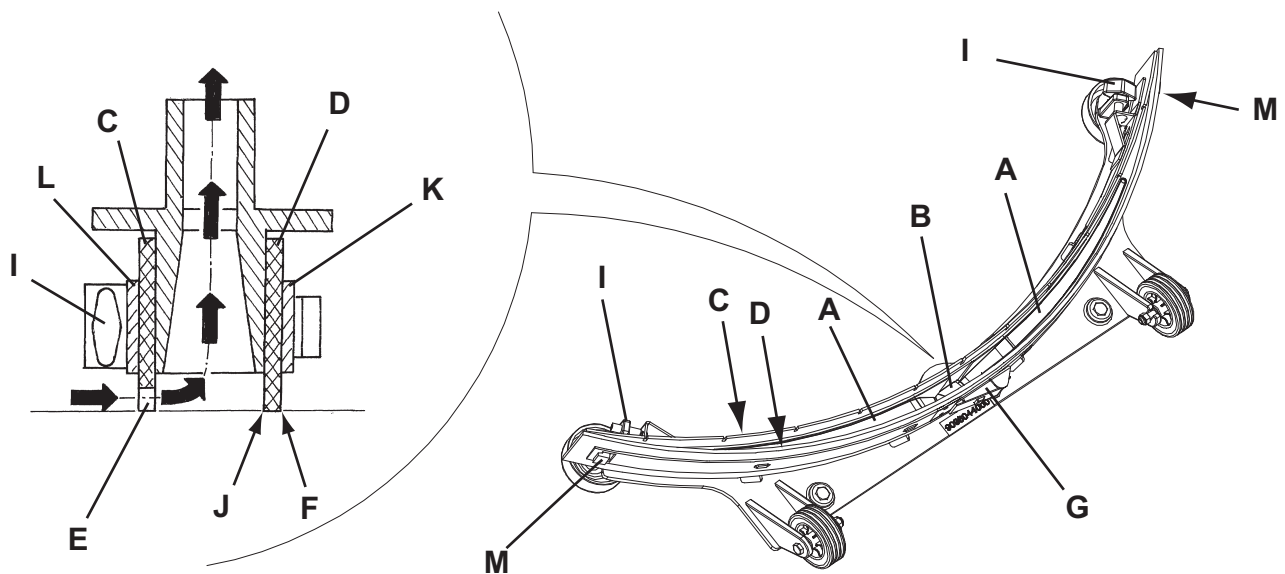

Abbildung 3
2. Netzkabel (3) vom Stromnetz lösen und auf den Halter (4) wickeln.
3. Sauglippe (21) mit dem Hebel (7) absenken.
4. Sterngriffe (22) lösen und Sauglippe (21) abnehmen.
5. Ansaugrohr (11) von der Sauglippe abnehmen.
6. Die Sauglippe (Abb. 3) waschen und reinigen. Besonders den Schmutz und Abfälle von den Förderöffnungen (A) und der Ansaugöffnung (B) beseitigen. Überprüfen, ob der vordere (C) und der hintere Gummi (D) unversehrt sind und keine Schnitte oder Risse aufweisen, gegebenenfalls austauschen (siehe nachstehender Absatz).
1. Sauglippe (Abb. 3) wie in vorstehendem Absatz erläutert reinigen.
2. Überprüfen, ob die Fugenkante (E, Abb. 3) des vorderen (C) und die Fugenkante (F) des hinteren Gummis (D) gleichzeitig in ihrer gesamten Länge auf dem Fußboden aufsitzen. Andernfalls Höhe wie folgt einstellen:
- Zugstange (G) entfernen, Haltevorrichtungen (M) lösen und hinteren Gummi (D) einstellen. Haltevorrichtungen einrasten und Zugstange einbauen.
- Sterngriffe (I) lösen und vorderen Gummi (C) einstellen. Sterngriffe festdrehen.
3. Überprüfen, ob der vordere (C) und der hintere Gummi (D) unversehrt sind und keine Schnitte oder Risse aufweisen, gegebenenfalls wie folgt austauschen. Überprüfen, ob die Vorderkante (J) des hinteren Gummis Verschleiß aufweist. Gegebenenfalls Gummi umdrehen und eine der drei unversehrten Kanten als Vorderkante verwenden. Wenn auch die drei anderen Kanten abgenutzt sind, muss das Gummi ausgewechselt werden und dabei wie folgt vorgehen:
- Zugstange (G) entfernen, Haltevorrichtungen (M) lösen, Haltestreifen (K) abnehmen und hinteren Gummi (D) umdrehen/austauschen.
1. Netzkabel (3) vom Stromnetz lösen und auf den Halter (4) wickeln.
3. Den Deckel (18) in der Waschposition (L, Abb. 3) bringen.
4. Deckel (A), Tanks (B und C) und Ansauggitter mit automatischem Schwimmerverschluss (D) mit klarem Wasser reinigen und spülen.